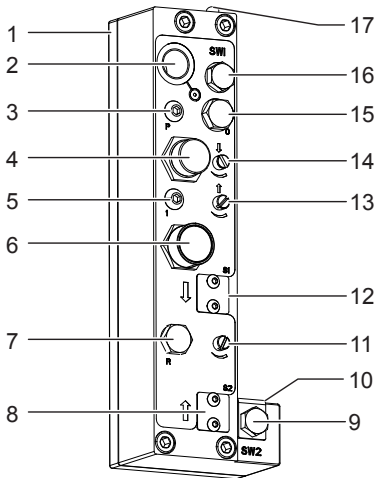

Figura 3
- Ajuste la separación entre los orificios (1) y (2) deslizando (3), de manera que iguale la profundidad de taladrado requerida MAS la distancia de la broca sobre la pieza.
- Inmovilice en su posición con (4) al par de apriete recomendado.
- Coloque la HCU en (3).
- Ajuste la separación entre (6) y (7) a la distancia requerida sobre la pieza.
- Desenrosque (8) de la HCU para ajustar al mínimo la resistencia dentro de la HCU.
- Abra por completo (13), en la Figura 3.
- Cierre (11), en la Figura 3.
- Conecte el suministro de aire y pulse (6), en la Figura 3.
- Ajuste (11/13), en la Figura 3, para lograr la alimentación de avance y retroceso requerida para la operación.
- Efectúe una serie de perforaciones de prueba para determinar el avance ideal y los ajustes de HCU usando (11), en la Figura 3.